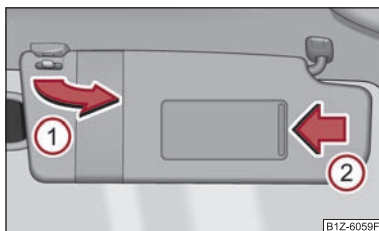

Fig. 42 Parasol: girar
La visera parasol para el conductor o acompañante puede extraerse de la fijación y girarse hacia la puerta en el sentido de la flecha ① ⇒ fig. 42.